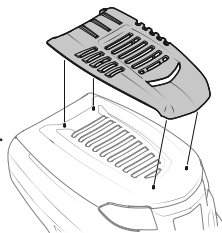

Figura 9
3. Encaixe a tampa do capô no lugar usando o capô como guia. Veja a Figura 9.